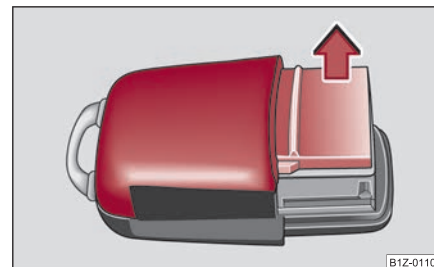

Fig. 41 Capacul carcasei emițătorului
- Scoateți capacul carcasei emițătorului ⇒ fig. 41 în sensul săgeții.